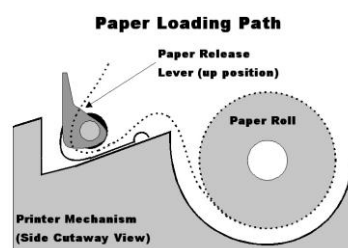

Bild 24
- Öffnen Sie den Druckerdeckel ③. Das Papier ① der Druckerpapierrolle wird, wie in Bild 24 und 25 gezeigt, von unten her abgerollt. Ziehen Sie den weißen Rollenhalterhebel ② nach rechts und setzen Sie die Papierrolle ein. Nach Loslassen muss der Hebel ② im seitlichen Loch der Papierrolle einrasten. Die Papierrolle muss sich leicht auf der Achse drehen lassen.